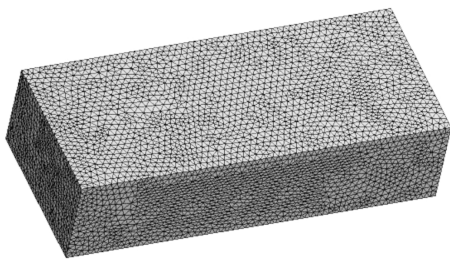

图 11-165 划分网格
(1) 在导航树里单击【Mesh】→【Details of “Mesh”】→【Sizing】→【Size Function】= Curvature, 【Relevance Center】= Fine, 【Span Angle Center】= Fine; 【Quality】→【Smoothing】= High, 其他默认。
(2) 生成网格：右键单击【Mesh】→【Generate Mesh】，图形区域显示程序生成的四面体网格模型，如图 11-165 所示。
(3) 网格质量检查：在导航树里单击【Mesh】→【Details of “Mesh”】→【Quality】→【Mesh Metric】= Jacobian Ratio (Gauss Points)，显示 Jacobian Ratio (Gauss Points) 规则下网格质量详细信息，平均值处在好水平范围内，展开【Statistics】显示网格和节点数量。
(4) 单击主菜单【File】→【Close Meshing】。
(5) 返回 Workbench 主界面：右键单击流体动力学分析【Mesh】，从弹出的菜单中选择【Up-